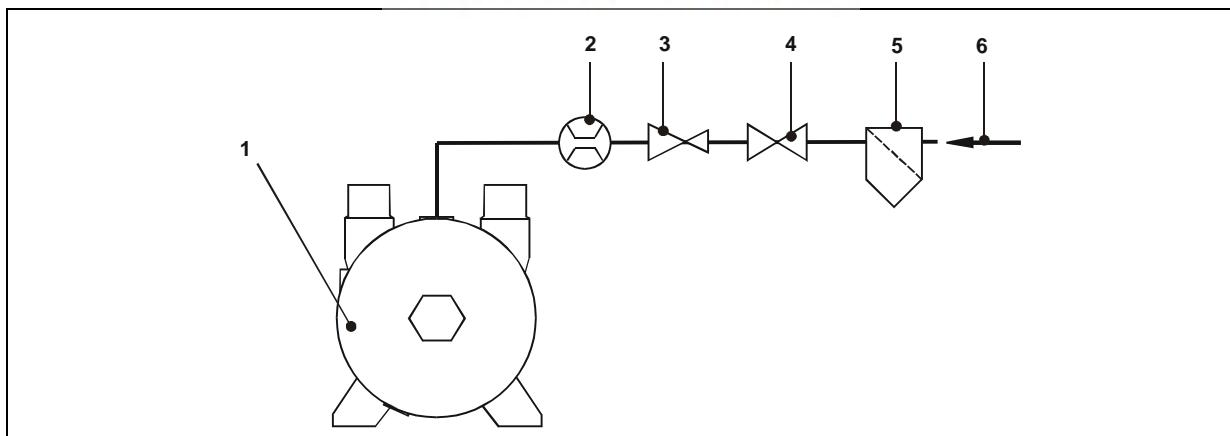
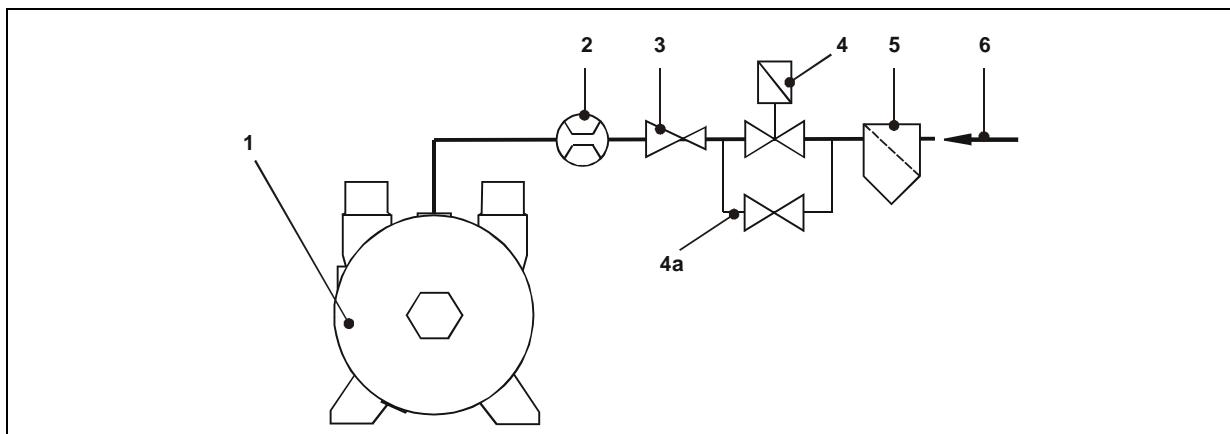

Fig. 11: Betrieb mit Zufuhr der Betriebsflüssigkeit: nicht automatisch gesteuerter Betrieb
Fig. 12: Betrieb mit Zufuhr der Betriebsflüssigkeit: automatisch gesteuerter Betrieb
Absperrventil (Fig. 11, S. 29, Pos. 4).
Absperrventil in der Bypassleitung (Fig. 12, S. 29, Pos. 4a).
Siehe Fig. 9, S. 28; und Fig. 10, S. 28, sowie Fig. 11, S. 29, und Fig. 12, S. 29.
Bei nicht automatisch gesteuertem Betrieb (Fig. 11, S. 29):
Bei automatisch gesteuertem Betrieb (Fig. 12, S. 29):
- mit dem Durchflussmesser (Fig. 11, S. 29, und Fig. 12, S. 29, Pos. 2)
- über das Stellventil (Fig. 11, S. 29, und Fig. 12, S. 29, Pos. 3)